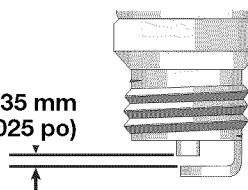

Fig. 31
3. Remplacez toute bougie fendillée, encastrée ou sale. Réglez l'écartement à **0,635 mm (0,025 po)** à l'aide d'une jauge d'épaisseur (Fig. 31).